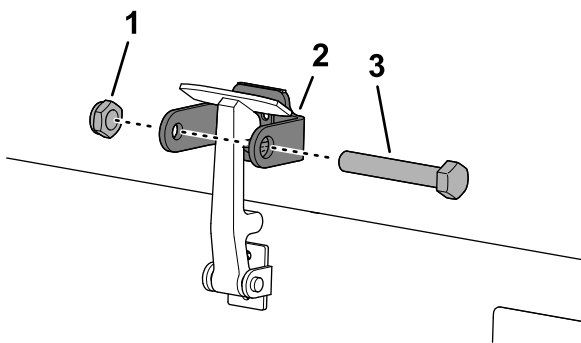

Рисунок 37
8. Вверните болт в другой рычаг кронштейна защелки капота для блокировки защелки в надлежащем положении (Рисунок 37).